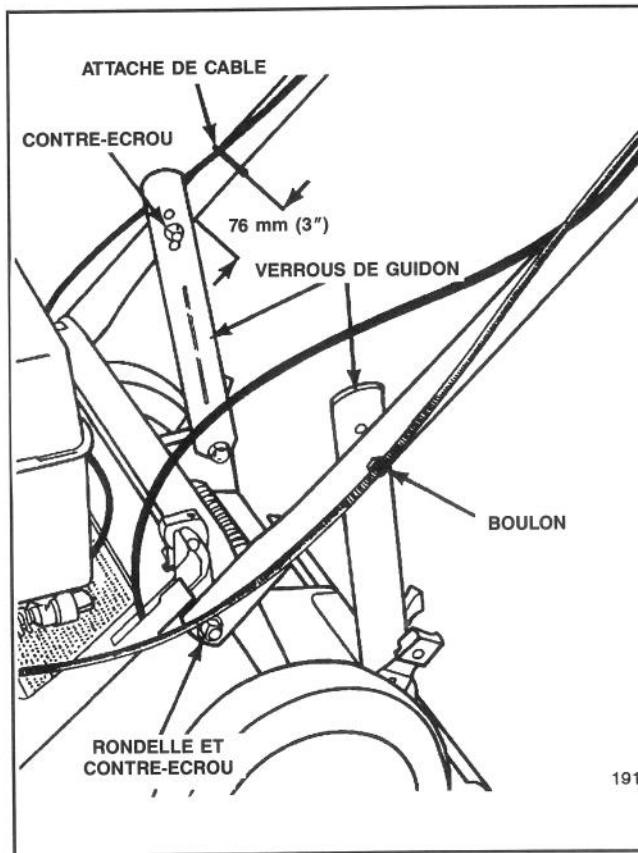

Figure 1
1. Ecartez les extrémités du guidon, posez-les sur les plots de montage du carter de la tondeuse (figure 1) et fixez-les avec une rondelle et un contre-écrou.
2. Faites pivoter les verrous de guidon vers l'arrière et fixez-les à la partie intérieure du guidon avec deux boulons et deux contre-écrous (figure 1).
3. Attachez le câble de commande au montant droit du guidon, à peu près 76 mm (3") au-dessus du verrou de guidon, en vous servant de l'attache fournie (figure 1).